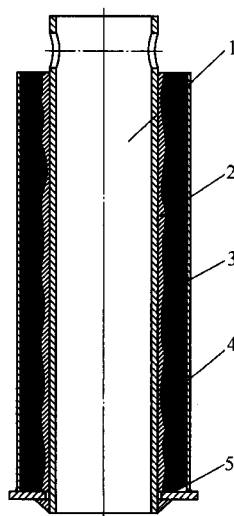

图 2
(2) 工作过程如图 2 所示,板料剪切至最后一刀时,前送料夹钳将板料拉回,落在连板 2 上,此
对于图 2 所示的大直径薄壁管的弯曲成形,内部空隙完全填充则会造成弯曲力过大,内部填充材料在变形时产生的应力可能将大直径薄壁管胀坏。此时用一根适当直径且外表面涂有 2~5mm 黏土层的直棒(管)插入大直径薄壁管中形成一个夹层,再用纯锡填充夹层,冷却后震松黏土,抽出直棒,这样大直径薄壁管就相当于变成了大直径厚壁管,为弯曲成形创造了条件。MW (20120312)